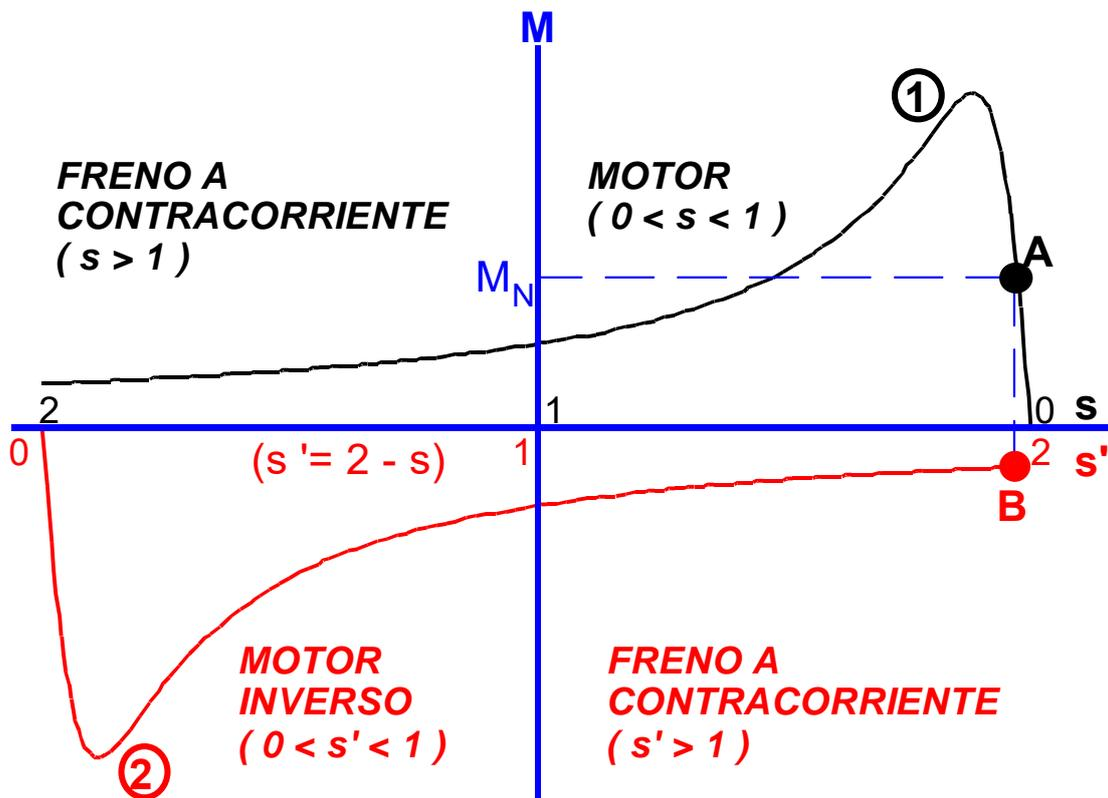

Fig. 2: Curvas del par de una máquina asíncrona trifásica actuando como motor y como freno a contracorriente:
En la Fig. 2 se han representado las curvas del par de esta máquina cuando se alimenta con un sistema de corrientes directo (curva 1) y cuando se alimenta con un sistema trifásico de corrientes inverso (curva 2). Cuando la máquina está alimentada con corrientes de secuencia directa (que originan un campo giratorio de velocidad de sincronismo  $+n_1$ ) y gira a una velocidad  $n$ , el deslizamiento  $s$  vale:
Teniendo en cuenta que cuando el motor está alimentado con corrientes de secuencia inversa la velocidad de sincronismo es negativa (de sentido inverso), lo que significa que cuando actúa como motor en estas condiciones origina un par de signo negativo (en sentido inverso), y que el deslizamiento  $s'$  en estas condiciones está relacionado con el deslizamiento  $s$  cuando funciona con corrientes de secuencia directa según la relación (10) se deduce la forma que tiene la curva del par en estas condiciones (curva 2 de la Fig. 2).
En la curva 1 de la Fig.2 (funcionamiento con corrientes de secuencia directa) se aprecia que cuando el deslizamiento  $s$  tiene valores comprendidos entre 0 y 1 el par que origina la máquina tiende a hacerla girar en sentido directo y la máquina efectivamente está girando con este sentido. Por esta razón, en este rango de deslizamientos la máquina actúa como motor girando en sentido directo. Si el deslizamiento  $s$  alcanza valores superiores a 1, el par generado por la máquina sigue siendo de sentido directo, pero la velocidad a la que gira es negativa (de sentido inverso). En este caso el par de la máquina se opone a la velocidad y la máquina está actuando como freno girando en sentido inverso.
En la curva 2 de la Fig.2 (funcionamiento con corrientes de secuencia inversa) se aprecia que cuando el deslizamiento  $s'$  tiene valores comprendidos entre 0 y 1 el par que origina la máquina tiende a hacerla girar en sentido inverso y la máquina efectivamente está girando con este sentido. Por esta razón, en este rango de deslizamientos la máquina actúa como motor girando en sentido inverso. Si el deslizamiento  $s'$  alcanza valores superiores a 1, el par generado por la máquina sigue siendo de sentido inverso, pero la velocidad a la que gira es positiva (de sentido directo). En este caso el par de la máquina se opone a la velocidad y la máquina está actuando como freno girando en sentido directo.
En la máquina que se está analizando en este problema sucede que cuando estaba funcionando en condiciones asignadas (punto de funcionamiento A de la Fig. 2, con un deslizamiento  $s_N = 0,025$  y una velocidad  $n_N = 585$  r.p.m.) se le permutan dos de las fases de forma instantánea. Debido a la inercia mecánica del sistema la máquina todavía sigue girando a la misma velocidad  $n_N$  justo en el instante siguiente de la permutación de las fases. Por lo tanto, el punto de funcionamiento pasa a ser el B de la Fig. 2 situado sobre la curva 2. En este punto B, el deslizamiento  $s'$  vale: